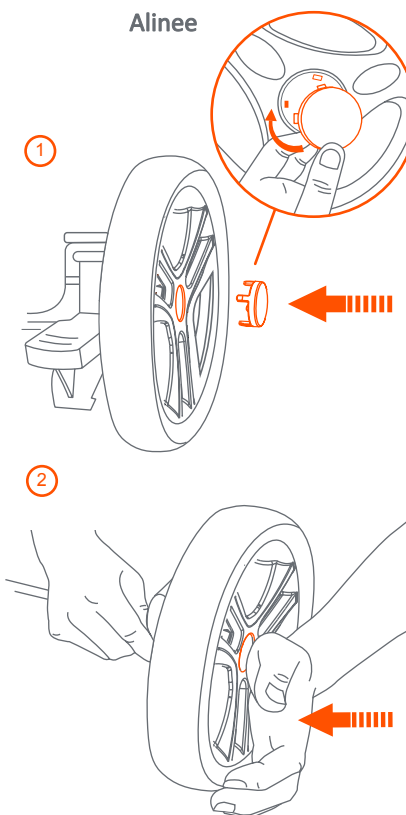

Fig. 3e
**NOTA:** Presione firmemente con su palma para introducir la tapa por completo (Fig. 3e).